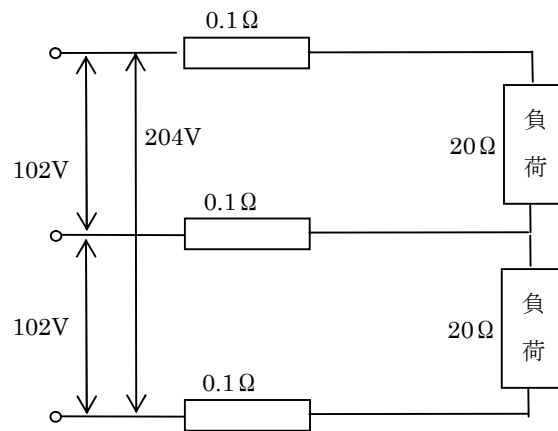
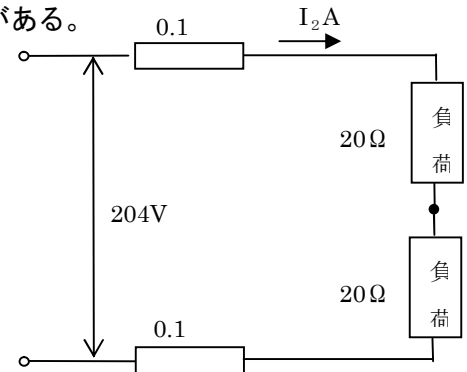

図15-8-2
図15-8-4
ただし、単相3線式配線の中性線には図15-8-2の上側の負荷電流と下側の負荷電流の差が流れるのでそれを間違わないようにしなければならない。
- ② 単相3線式の場合の電路の電力損失の計算は、図15-8-2は図15-8-4の様に書き換えられる。すなわち、図15-8-2の上側の負荷と下側の負荷が同じ20Ωなので、中性線の電流は0[A]となって図15-8-4のように書き換えられる。